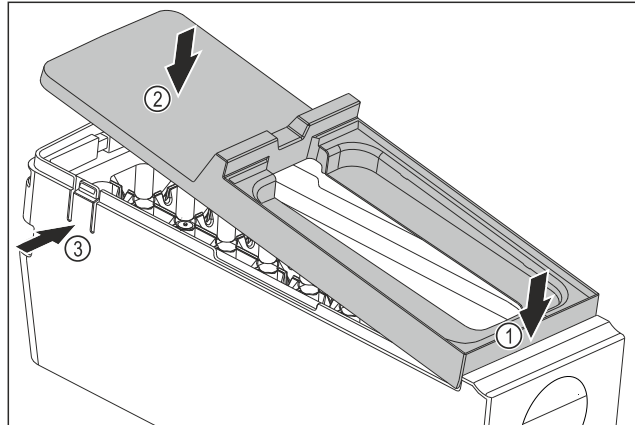

Fig. 139
- ▶ Montați apărătoarea corpului EasyTwist-Ice: Așezați în față apărătoarea Fig. 139 (1)
- ▶ Coborâți în spate apărătoarea Fig. 139 (2)
- ▷ Apărătoarea se fixează în poziție cu zgomot specific în cele două eclise Fig. 139 (3).